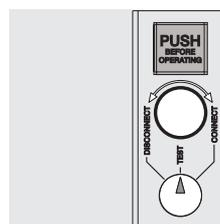

Figura 41
- interruptor en posición de prueba (véase Figura 41).